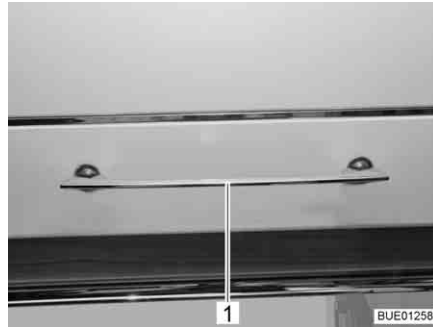
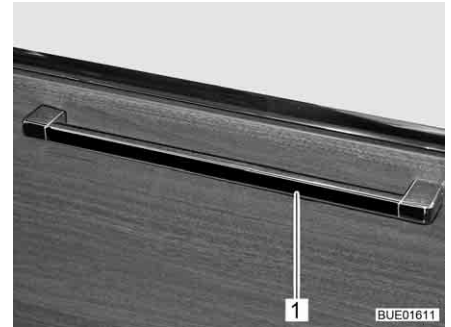

Fig. 75 Abattant de placard avec poignée de déverrouillage
Fig. 76 Abattant de placard avec poignée de déverrouillage (alternative)
- Suivant son emplacement, appuyer sur la poignée de déverrouillage (Fig. 75,1 ou Fig. 76,1) vers le haut, le côté ou le bas et la maintenir appuyée.